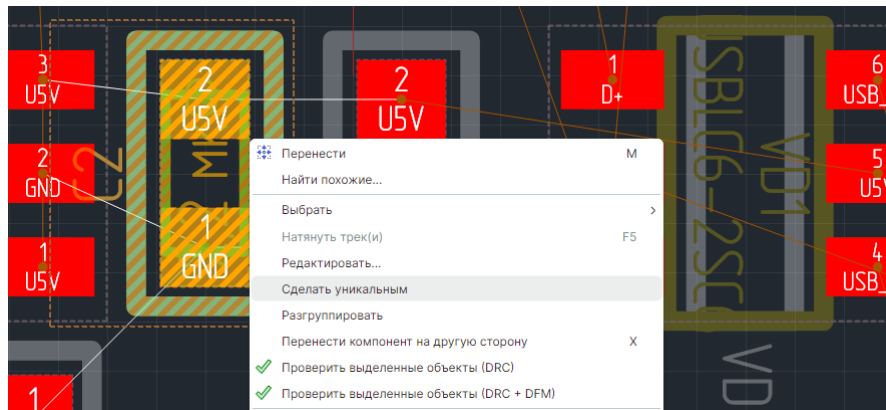

Рис. 156 Создание уникального посадочного места
2. В контекстном меню выберите команду «Сделать уникальным», см. Рис. 156.